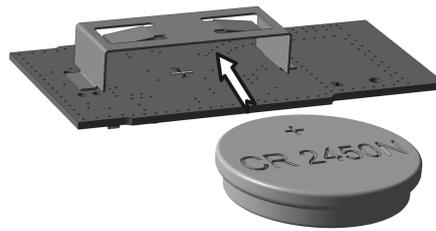

Imagen 4: Colocar la pila
- Desplazar la pila e introducirla en el soporte para la misma (Imagen 4). Tener en cuenta la polaridad: El polo positivo de la batería debe colocarse arriba.